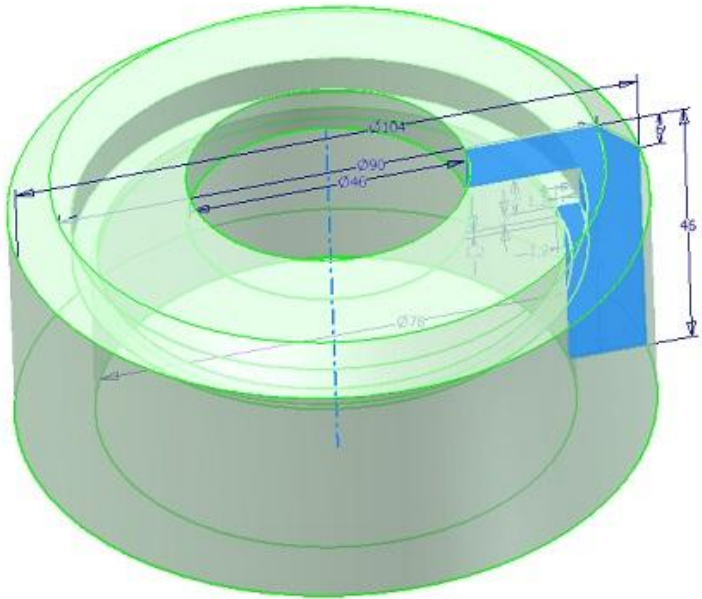

Рисунок 5.4 – Эскиз
- Используя инструмент **Фаска**, самостоятельно создайте фаску в соответствии с рис. 5.4.